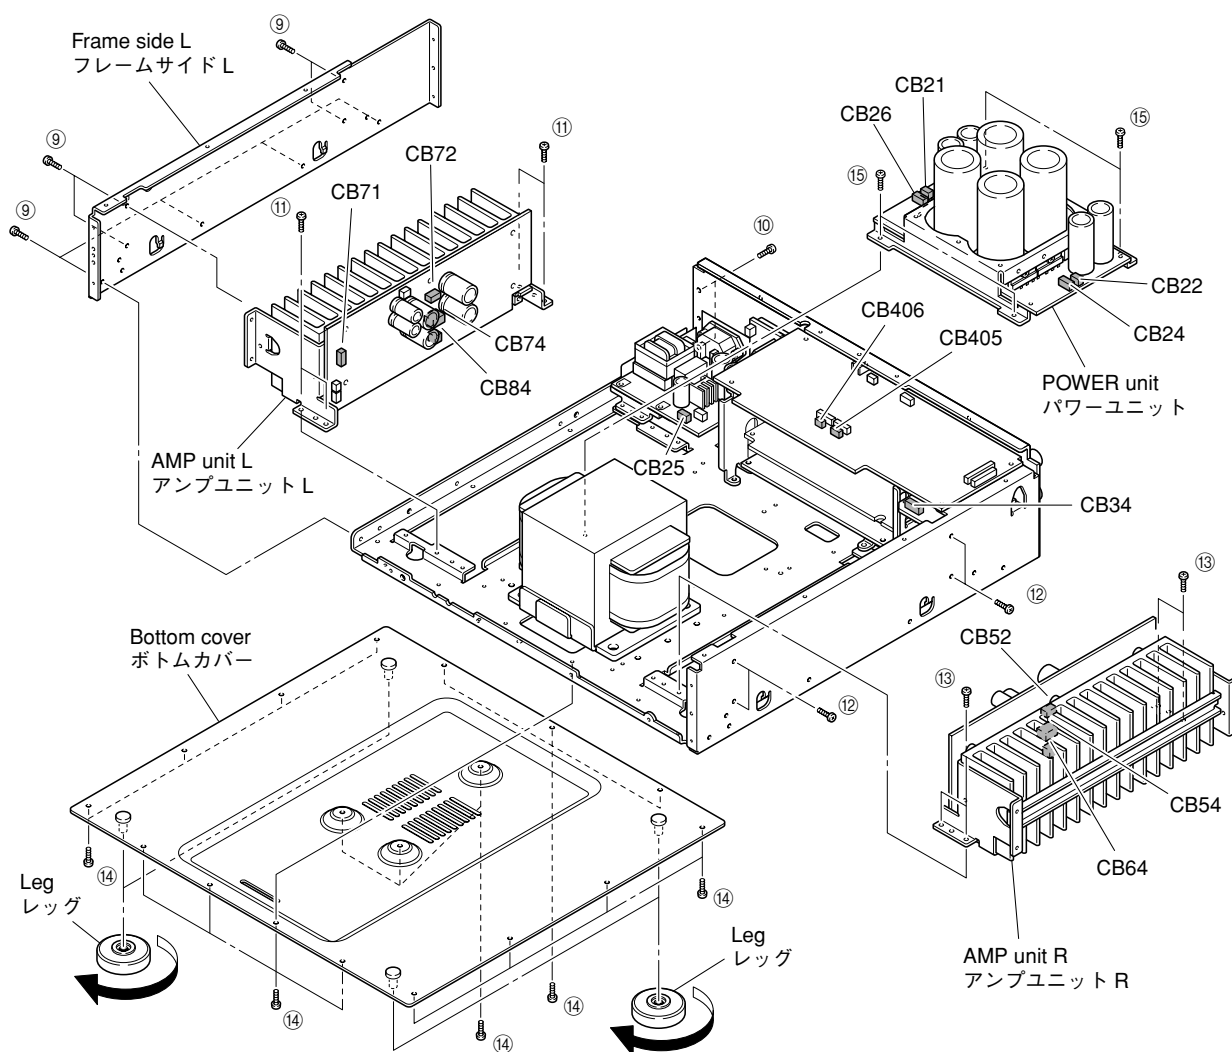

Fig. 5
- Remove 8 screws (⑨) and 2 screws (⑩). (Fig. 5)
- Remove the frame side L. (Fig. 5)
- Remove 4 screws (⑪). (Fig. 5)
- Remove CB71-72, CB74, CB84 and CB406. (Fig. 5)
- Remove 4 screws (⑫) and 4 screws (⑬). (Fig. 5)
- Remove CB52, CB54, CB64 and CB405. (Fig. 5)
- ⑨のネジ8本、⑩のネジ2本を外します。(Fig. 5)
- フレームサイドLを取り外します。(Fig. 5)
- ⑪のネジ4本を外します。(Fig. 5)
- CB71-72、CB74、CB84、CB406を外します。(Fig. 5)
- ⑫のネジ4本、⑬のネジ4本を外します。(Fig. 5)
- CB52、CB54、CB64、CB405を外します。(Fig. 5)
- Remove 4 legs by turning it counter clockwies. (Fig. 5)
- Remove 18 screws (⑭). (Fig. 5)
- Remove the bottom cover. (Fig. 5)
- Remove 4 screws (⑮). (Fig. 5)
- Remove CB21-22, CB24-26 and CB34. (Fig. 5)
- Remove the power unit. (Fig. 5)
- レッグ4個を、それぞれ左側へ回し外します。(Fig. 5)
- ⑭のネジ18本を外します。(Fig. 5)
- ボトムカバーを取り外します。(Fig. 5)
- ⑮のネジ4本を外します。(Fig. 5)
- CB21-22、CB24-26、CB34を外します。(Fig. 5)
- パワーユニットを取り外します。(Fig. 5)